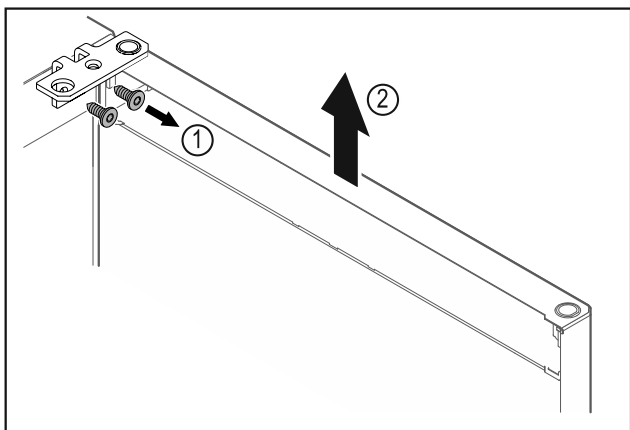

Fig. 13
- Irrota saranakulma Fig. 13 (1).
- Nosta ovea saranakulmineen Fig. 13 (2) noin 200 mm suoraan ylöspäin ja ota pois.